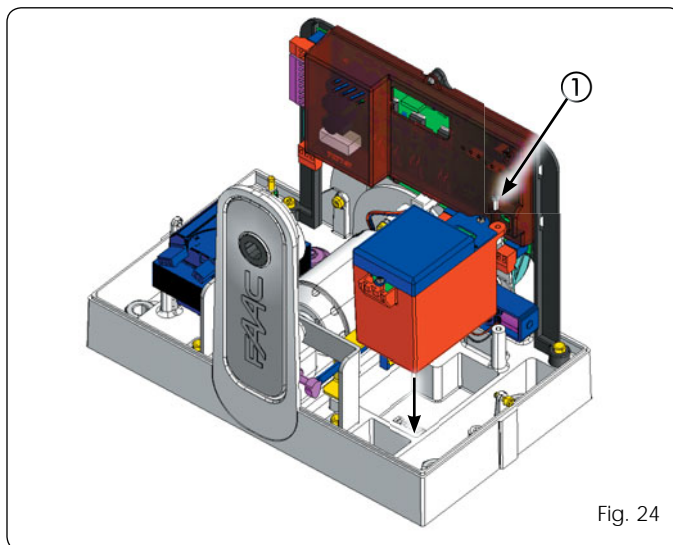

Fig. 24
Installer le kit batterie selon la Fig. 24 en l'insérant dans le logement ad hoc et en le bloquant avec la vis réf. ①. Le brancher dans le connecteur ad hoc sur la platine (voir les instructions correspondantes).